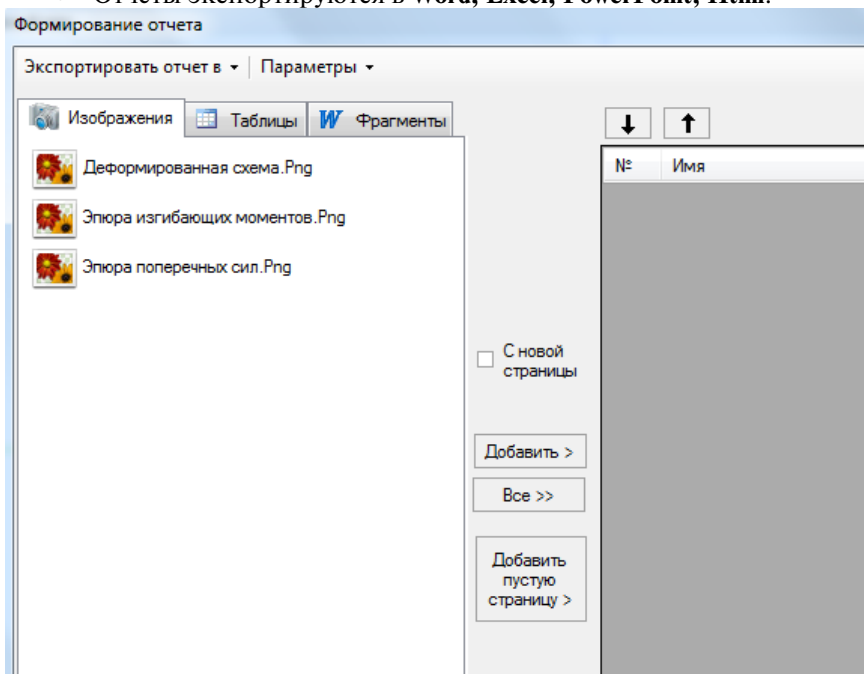

Рис. 44. Диалоговое окно **Формирование отчета**
- В диалоговом окне **Формирование отчета** выделите нужные изображения, таблицы, а также фрагменты текста (постоянные части отчетов, которые не изменяются от отчета к отчету) для будущего отчета, каждый раз нажимая кнопку **Добавить** (рис. 44).